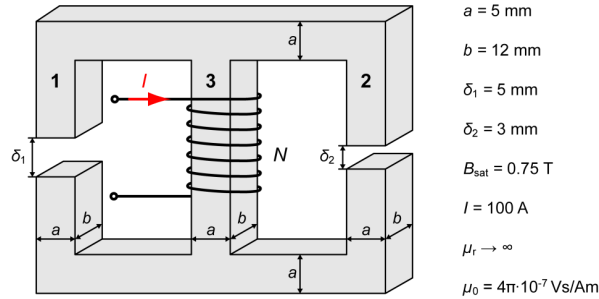

Fig. 4.1: Wicklung auf dreischenkligem Kern.
Gegeben sei die Anordnung einer Induktivität, welche gemäss Fig. 4.1 aus einer Wicklung mit Windungszahl N auf einem dreischenkligen Kern besteht. Die Schenkel 1 und 2 des Kerns weisen je einen Luftspalt mit den Spaltbreiten δ_1 bzw. δ_2 auf. Alle Querschnittsflächen des Kerns sind gleich gross und besitzen die Abmessungen $a = 5 \text{ mm}$ und $b = 12 \text{ mm}$. Sie dürfen von einer relativen Permeabilität $\mu_r \rightarrow \infty$ des Kernmaterials ausgehen.
- Zeichnen Sie das zugehörige Reluktanzmodell der Anordnung in Fig. 4.1 und berechnen Sie die darin enthaltenen magnetischen Widerstände. (8 Pkt.)